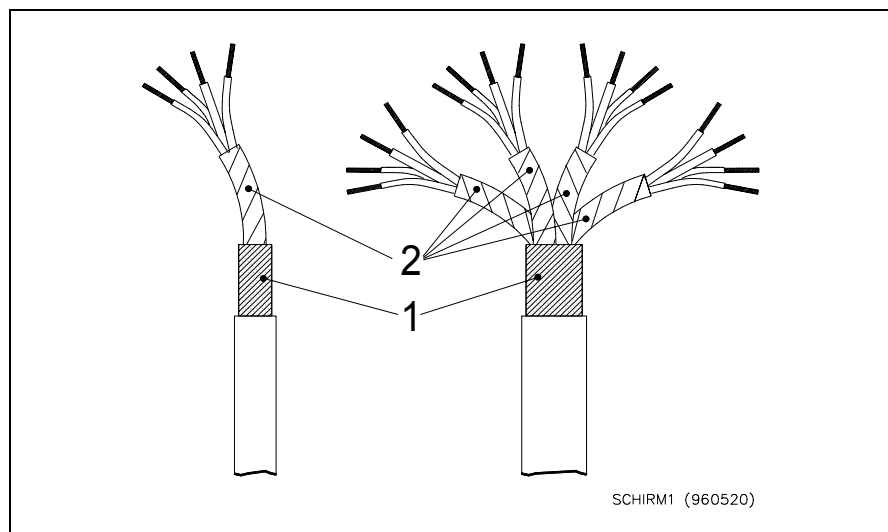

Abbildung 1:
Zu empfehlen sind doppelt abgeschirmte Kabel also z.B. mit einem Gesamtschirm (1) aus Kupfergeflecht und Einzelschirmen (2) aus Kupfergeflecht oder Folien (siehe Abbildung 1).